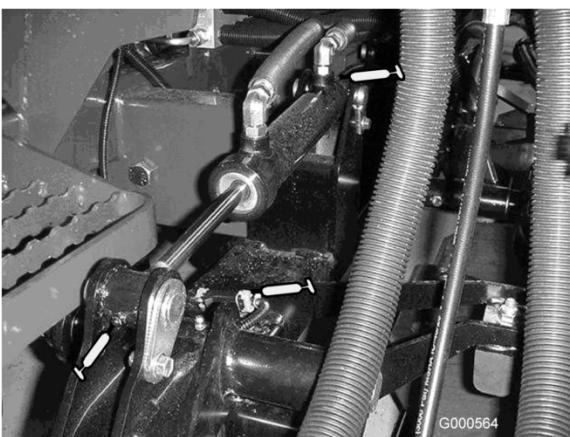

Figura 24
- Casquinhos do braço de elevação (1 por plataforma) (Figura 24)
- Casquinhos do cilindro de elevação (2 por plataforma) (Figura 24)